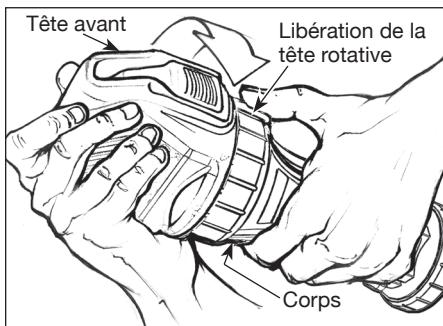

Figure 5 - Tournez la tête avant
2. Tout en maintenant l'outil d'une main, utilisez votre pouce pour ramener la gâchette de blocage. Avec l'autre main, tournez la tête avant. Utilisez les flèches d'alignement sur l'outil pour centrer la tête avec la goupille de verrouillage. Voir la figure 5.